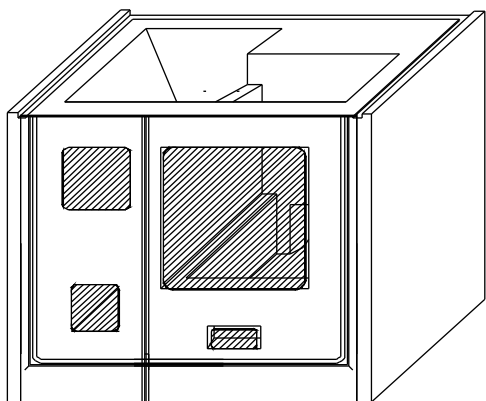

Fig.1
A obra de alvenaria é definida pelas medidas da frente da cozinha que escolheu. Deverá pois, adaptar as dimensões da obra a realizar de acordo com as aberturas da frente (fig. 1).
- 1.- Desmontar as barras de fixação lateral esquerda e direita (2-fig.1), soltando os parafusos de fixação (1, 3, 5 e 6-fig.1)
- 2.- Desmontar a parte inferior, soltando os parafusos de fixação (4-fig.1)
- 3.- Substituir a parte inferior da frente de 85 cm (7-fig.1) pela de 75 cm (5-fig.2).